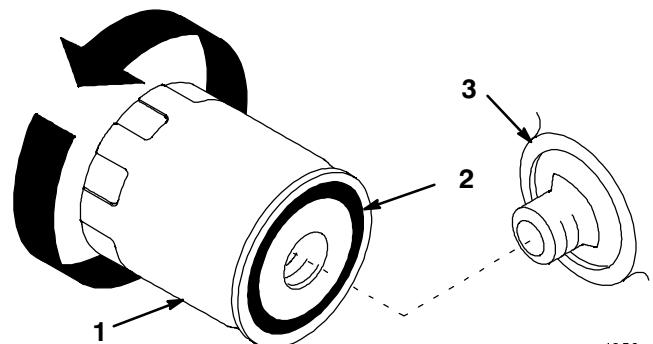

Abbildung 47
- Den Filter an Hinterachse & Kardanwelle abnehmen und die Dichtungsfläche des Filteradapters (Abb. 47) sauber wischen.
- Eine dünne Schicht neues Öl auf die Gummidichtung am Austauschfilter geben (Abb. 47).
- Den Austauschfilter am Filteradapter anbringen. Den Filter im Uhrzeigersinn drehen, bis die Gummidichtung den Filteradapter berührt. Dann den Filter um eine weitere 3/4 Umdrehung festdrehen (Abb. 47).